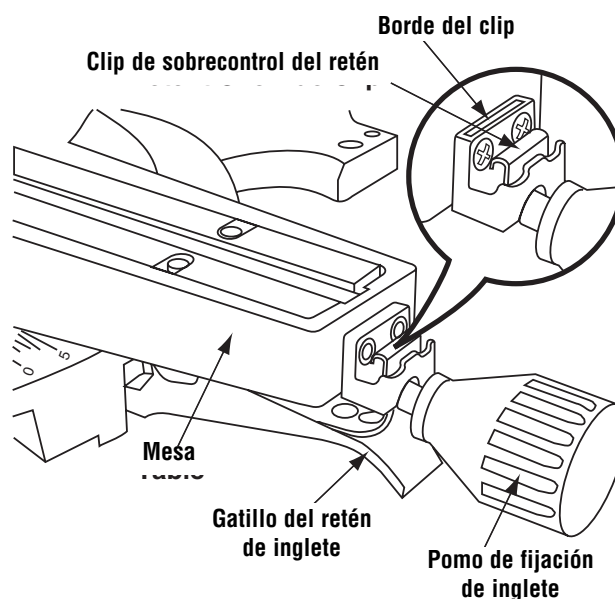

Figura 25. Sobrecontrol del retén
2. Empuje el clip de sobrecontrol del retén hacia adelante y acóplalo en su sitio sobre el borde. Suelte el gatillo del retén de inglete (Figura 25).